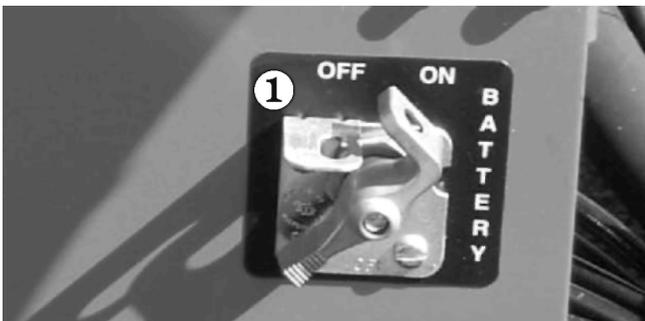

Abbildung 11.10
1. Stellen Sie den **Batterie-Schalter 1** (siehe Abbildung 11.10) auf EIN.